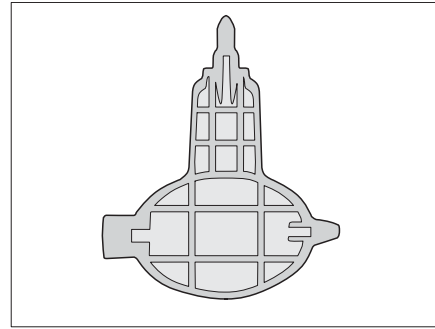

Bild 290 Nyckel till luktlås (endast Alpa)
- ▷ Hos modell Alpa medföljer en nyckel (Bild 290) att använda när luktlåset ska lossas.